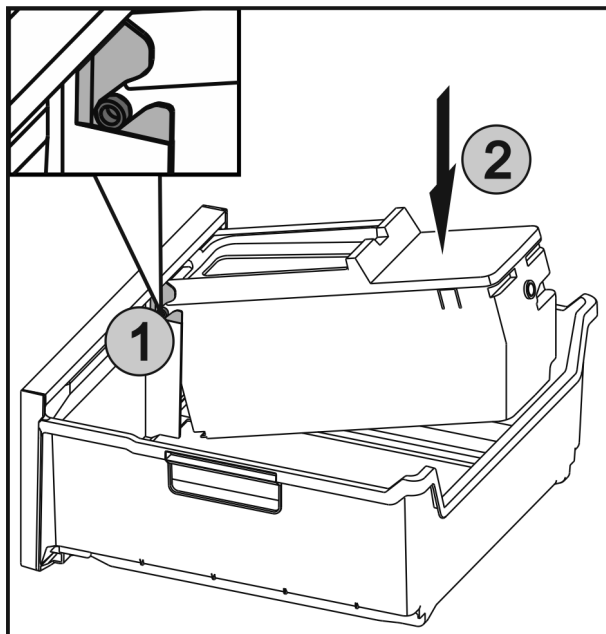

Fig. 31
- ▶ Zasuňte osy Fig. 31 (1) na EasyTwist-Ice do vedení a zatlačte zadní stranu Fig. 31 (2) tak, aby západka zaklapla.